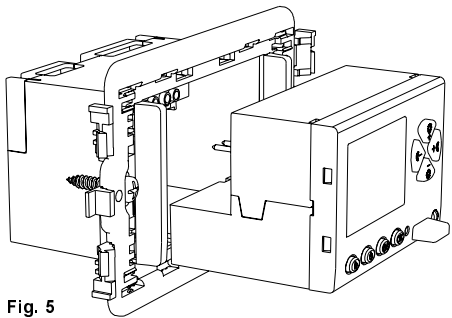

Fig. 5
- Inserire il corpo del cronotermostato al fondo, Fig. 5.